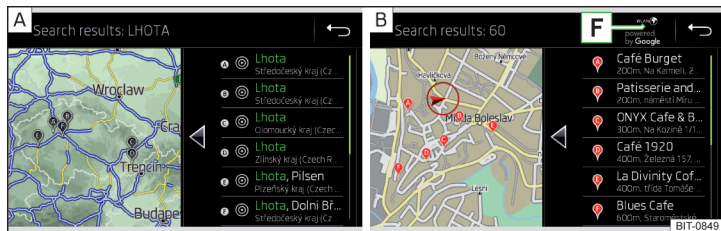

Fig. 217 Liste des destinations visitées : dans les données de navigation / en ligne
Touches de fonction » fig. 216 et » fig. 217
- P Destinations trouvées dans les données de navigation » fig. 217 - **A**.
- P Recherche de destinations en ligne » fig. 217 - **B**.